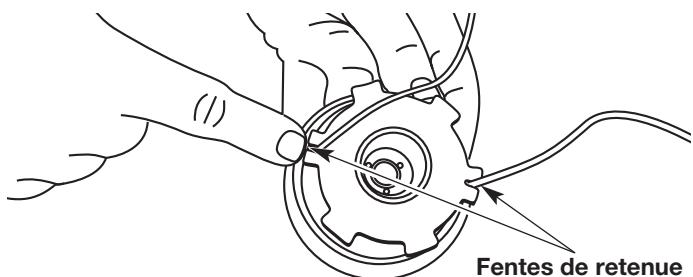

Fig. 38
12. Insérez les extrémités du fil dans les deux fentes de retenue (Fig. 38).